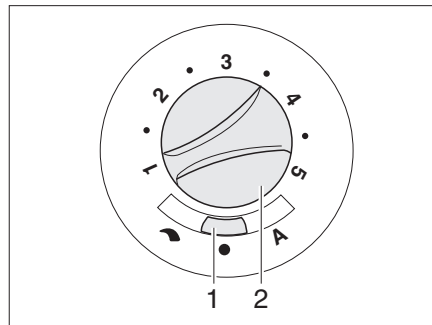

Bild 104 Bedienschalter für Umluftgebläse (12 V)
- Den Schiebeschalter (Bild 104,1) auf "A" (Automatikbetrieb) stellen.
- Wenn am Schiebeschalter (Bild 104,1) "Handregelung" eingestellt ist: Mit dem Drehknopf (Bild 104,2) die gewünschte Leistung des Umluftgebläses einstellen.
- Den Schiebeschalter (Bild 104,1) auf "●" (Aus) stellen. Bei Heizbetrieb ist diese Schalterstellung außer Funktion.